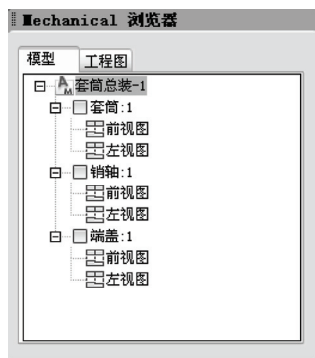

图 7-45 套筒总装
9) 将工作空间转换到“结构”空间，执行“结构/创建/零部件”命令（amscreate），创建一个名称为“套筒”的零部件，依照图中名称，选择相关的图形，创建“套筒”的“前视图”和“左视图”；再创建一个名称为“阶梯轴”的零部件，依照图中名称，选择相关的图形，创建“阶梯轴”的“前视图”和“左视图”；再创建一个名称为“端盖”的零部件，依照图中名称，选择相关的图形，创建“端盖”的“前视图”和“左视图”，如图 7-45 所示。